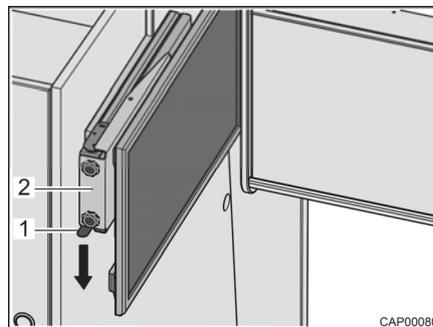

Fig. 70 Extension avec écran plat
- Presser le ressort à cran d'arrêt (Fig. 70,1) vers le bas et extraire l'extension (Fig. 70,2) avec l'écran plat à l'horizontale en direction du centre du véhicule.
- Pousser l'extension (Fig. 70,2) avec l'écran plat à l'horizontale jusqu'en butée. Le ressort à cran d'arrêt (Fig. 70,1) s'enclenche de manière audible.